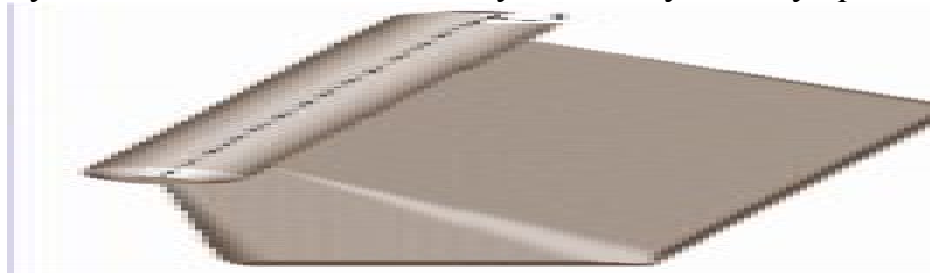

Рис.33. Завершенное скругление
3. Щелкните по [Закраска] (рис.33.).